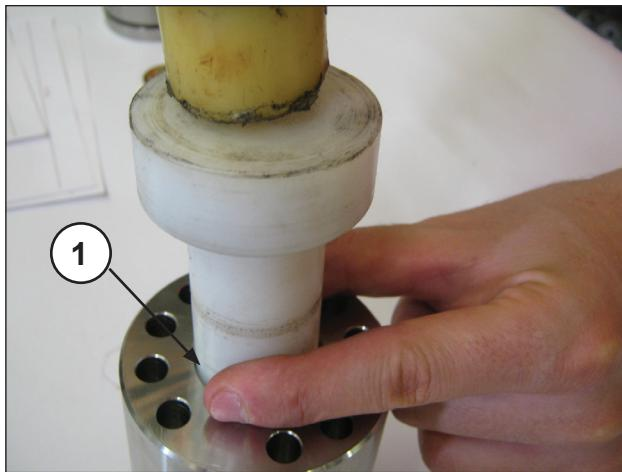

Fig. 122
- Introduza no suporte das juntas de estanqueidade de H.P. o anel da cabeça (pos. ①, Fig. 120) e depois o pacote H.P. (alta pressão), dada a pequena interferência entre a vedante e o suporte das juntas de estanqueidade de H.P., para evitar eventuais danos, se aconselha o uso de um tampão em material plástico (pos. ①, Fig. 121 e Fig. 122).